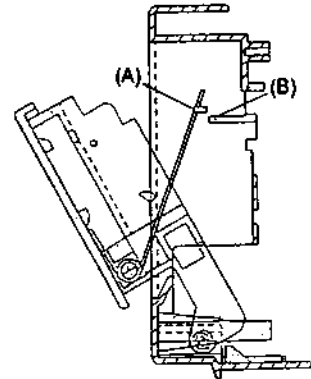

Fig. 8-1
Placer le ressort de trappe du côté de la platine 1 sur la position (A) comme indiqué dans la Fig. 8-1. Redresser ensuite l'ensemble de panneau avant verticalement.